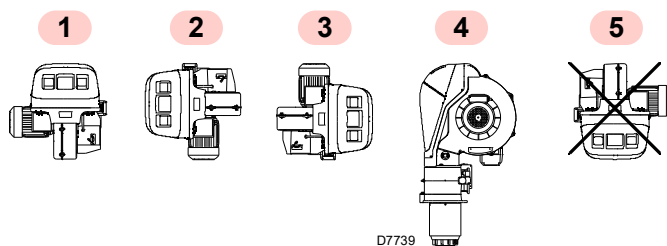

Abb. 12
- Der Brenner kann ausschließlich in den Stellungen 1, 2, 3 und 4 Abb. 12 betrieben werden.